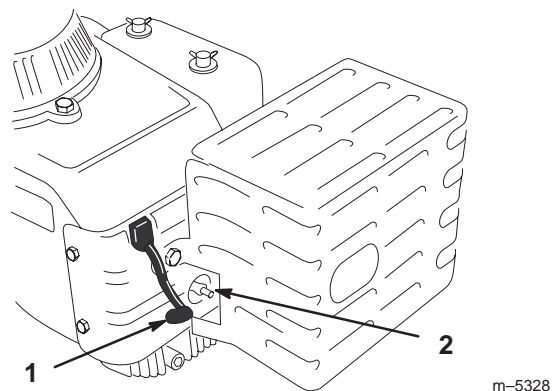

Figure 28
3. Débranchez les fils des bougies (Fig. 28). Nettoyez la surface autour des bougies pour éviter que des impuretés n'endommagent le moteur en tombant à l'intérieur.
3. Connectez les fils aux bougies (Fig. 28).